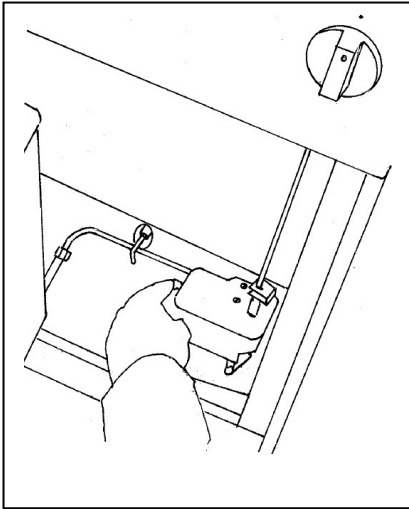

Bild 3
- Sicherheitsfalle (11) am Ölregler (12) anheben (Bild 3)
- Tankabsperrventil (4) durch 4 Umdrehungen nach links öffnen.
- Reguliernebel (3) in den roten Bereich drehen bzw. auf Stellung „6“ einstellen
- Kochplatte (2) aufklappen, wenn nicht schon geschehen
- Sobald der Brennerpotpfboden mit Öl gut benetzt ist, Reguliernebel wieder auf „0“ stellen. Paraffindocht oder Wachsstreifen anzünden und auf den Brennerboden legen. Kochplatte schließen und die Entwicklung der Flamme durch das Schauloch (9) beobachten.